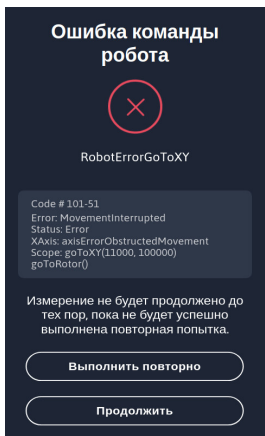
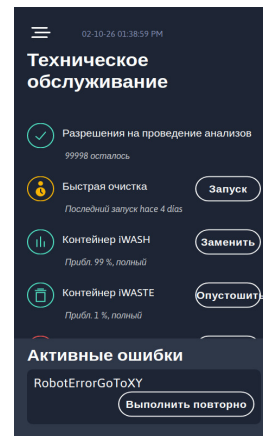

Рисунок 68
Рисунок 71
Определенные ошибки анализатора iSED PRO приводят к состоянию блокировки, в котором продолжение движения роботизированной системы и измерения невозможны или небезопасны для прибора. В таких случаях прибор iSED PRO приостановит работу функций измерения и выведет сообщение об ошибке на весь экран, пока пользователь не нажмет Retry (Повторить попытку) или Continue (Продолжить) — см. пример на рис. 68. В состоянии паузы можно использовать не связанные с измерениями функции (например, экспорт результатов), но измерения образцов и движение роботизированной системы выполняться не будут до сброса ошибки.
2. Чтобы попробовать сбросить ошибку на основном экране до или после устранения неполадок, перейдите в меню «Обслуживание». В нижней части страницы будет список активных ошибок, содержащий все блокирующие работу прибора ошибки (рис. 71). При выборе одной из ошибок окно сообщения об ошибке снова откроется на весь экран, давая возможность нажать кнопку Retry (Повторить попытку) или Continue (Продолжить) (рис. 68).